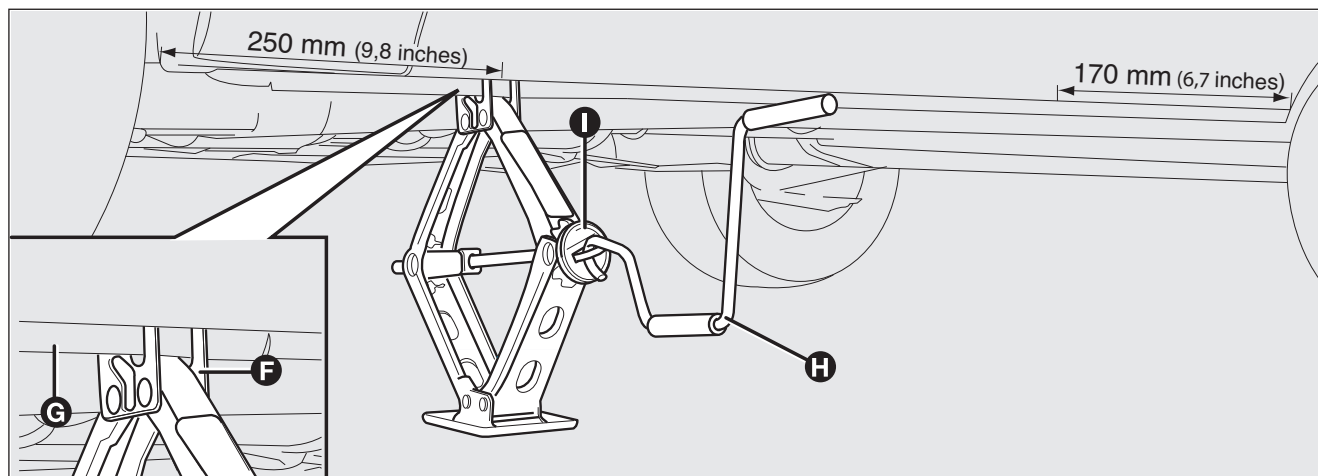

fig. 6
- ☐ Sørg for, at fordybningen **F**-fig. 6 på donkraften griber korrekt fat omkring ribben **G** under længevangen.